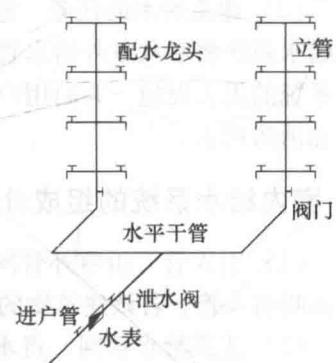

图1-1 直接给水方式
(1) 直接给水方式 由室外给水管网直接供水如图1-1所示,适用于室外给水管网的水量、水压在一天内均能满足用水要求的建筑物。